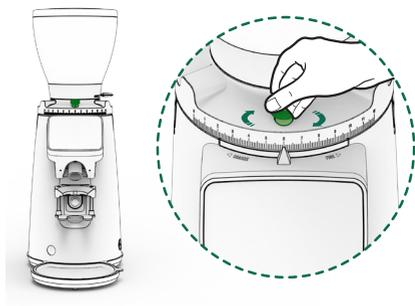

Fig. 9
Una vez alcanzado el punto de molienda deseado, se puede fijar usando el freno regulador de molienda (7) (Fig. 9).